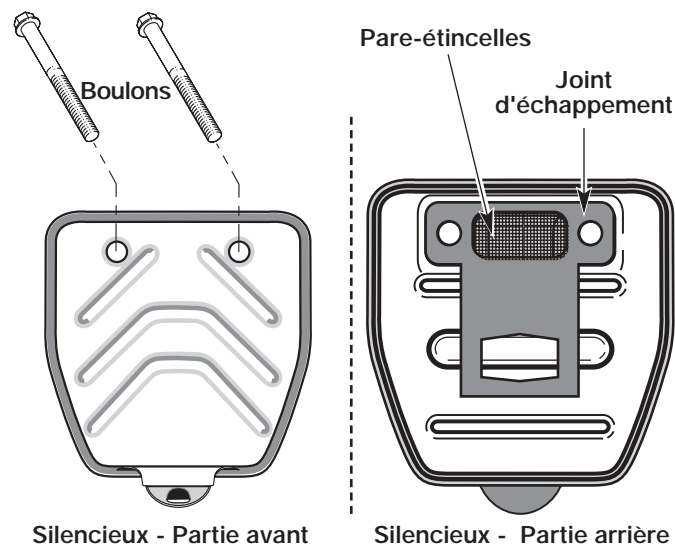

Fig. 52
2. Repérez le devant du silencieux et les deux (2) boulons qui le retiennent au moteur (Fig. 52). Retirez les deux (2) boulons à l'aide d'un tournevis à lame plate, d'une douille de 5/16 po ou d'un tourne-écrou. Retirez le silencieux du moteur.
3. Retournez le silencieux vers l'arrière et repérez le joint d'échappement. Retirez le joint du silencieux (Fig. 52).
7. Placez le joint d'échappement contre l'arrière du silencieux. Alignez les trous de boulon du joint d'échappement avec les trous de boulon du silencieux. Tout en maintenant le joint d'échappement en place, insérez les boulons sur le devant du silencieux (Fig. 52).